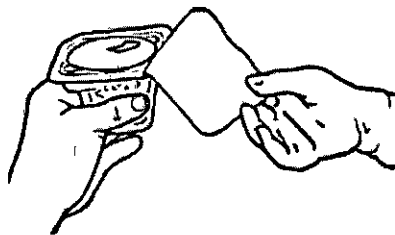

Figura 3. Quite el precinto de la bandeja exterior.
3. Sostenga la bandeja exterior tal como se muestra en la Figura 3. Agarre la lengüeta y tire de ella hacia atrás para quitar el precinto de la bandeja exterior.